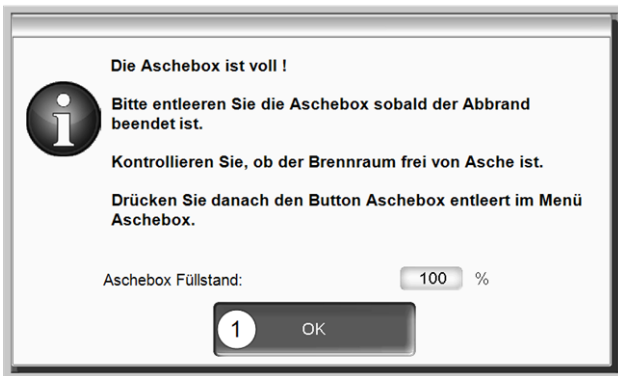

Abb. 2-55
- ▶ Die Hinweis-Meldung am Display mit **OK 1** bestätigen > Abb. 2-55